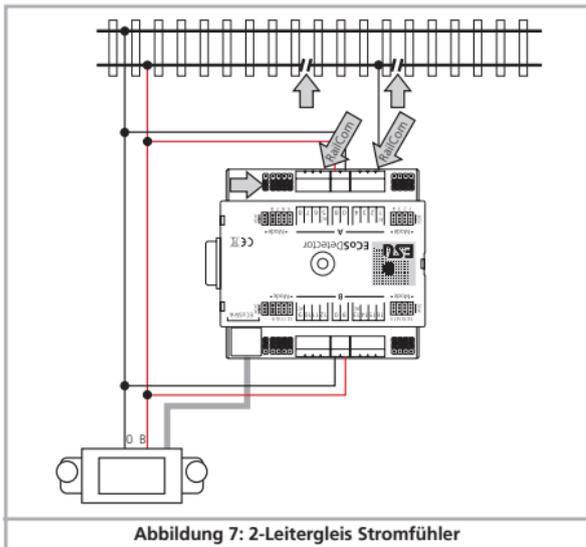

Abbildung 7: 2-Leitersystem Stromfühler
- Verbinden Sie die Eingänge „0“ und „B“ des ECoSDetectors mit dem entsprechenden Boosterausgang. Im Beispiel Abb. 7 werden beide Rückmeldegruppen „A“ und „B“ jeweils vom gleichen Booster versorgt. Daher müssen die Klemmen „0“ und „B“ auf beiden Seiten des ECoSDetectors miteinander verbunden werden. Kommt für die Gruppe „B“ (Rückmeldeeingänge 9 bis 16) ein eigener ECoSBoost zum Einsatz, so muss der Anschluss wie in Kapitel 6.4. beschrieben vorgegangen werden.
Achten Sie beim Herstellen der Trennstellen darauf, dass stets die korrekte „Seite“ der Digitalspannung getrennt wird. In Abb. 7 ist ersichtlich, dass der Leiter „B“ (rot) getrennt werden muss. Dies